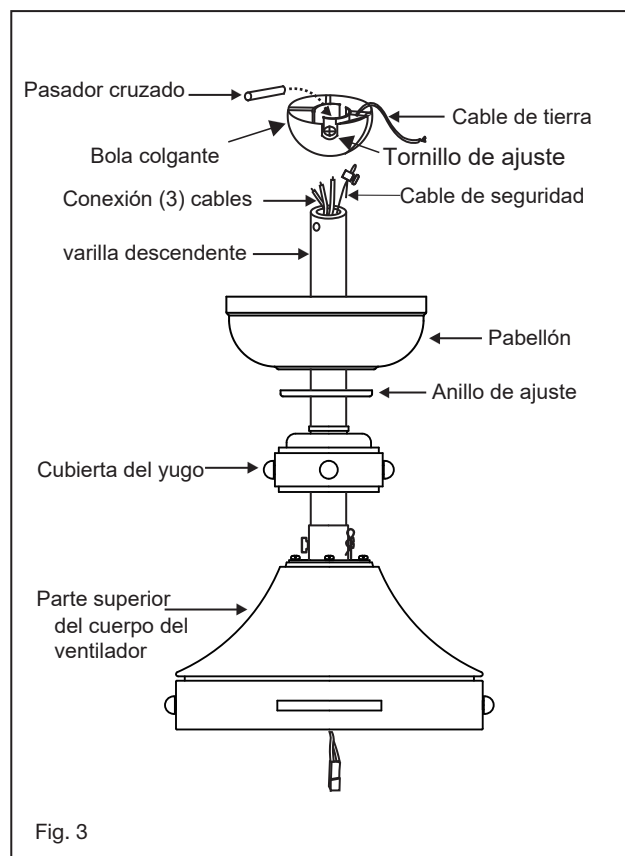

Fig. 3
- 1 Deslice la cubierta del yugo, el anillo embellecedor y el dosel sobre la varilla bajante. (Fig. 3)